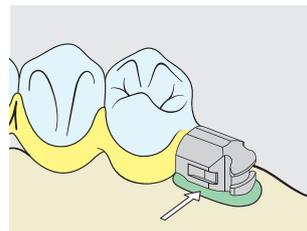

Fig. 6
**Observación:** Para no dañar la parte funcional de la parte hembra, es preciso montar el eje de transferencia del sistema (N° art. 07000042). Las superficies a pegar se limpian a fondo con el chorro de vapor y ya no deberán tocarse más. Antes de pegar la parte hembra, se aplica un poco de vaselina en el interior de la parte hembra para evitar la entrada de adhesivo. Montar la parte hembra y rellenar los socavados con cera (Fig. 6). Aplicar el adhesivo en una capa delgada y exenta de burbujas sobre las dos superficies a pegar y unir las. Para más información consulte las instrucciones de uso del fabricante del adhesivo.
Recomendamos chorrear la superficie exterior con  $Al_2O_3$  de  $50\mu m$  antes de la polimerización, para aumentar la retención en la resina de la prótesis (proteger las porciones funcionales insertando el eje de transferencia!), limpiar bien la superficie chorreada y no tocarla más. Antes de la integración en el cuerpo de la prótesis es recomendable introducir un poco de vaselina en la hembra para evitar que penetre resina en su interior. Montar la parte hembra y rellenar con cera los sectores retentivos (Fig. 6). Realizar el trabajo en resina y terminarlo según los procedimientos habituales de la técnica dental.